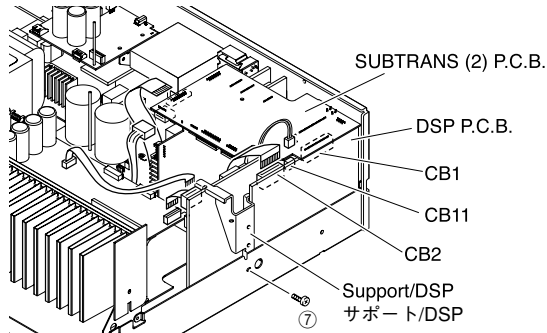

Fig. 2
- a. Remove 1 screw (⑦). (Fig. 2)
- c. Remove CB2 and CB11. (Fig. 2)
- d. Lift up the SUBTRANS (2) P.C.B. and remove the CB1. (Fig. 2)
- e. Remove the DSP P.C.B. with the Support/DSP. (Fig. 2)
- a. ⑦のネジ1本を外します。(Fig. 2)
- c. CB2、CB11を外します。(Fig. 2)
- d. SUBTRANS (2) P.C.B.を上部に浮かせCB1を外します。(Fig. 2)
- e. DSP P.C.B.をサポート/DSPと共に取り外します。(Fig. 2)